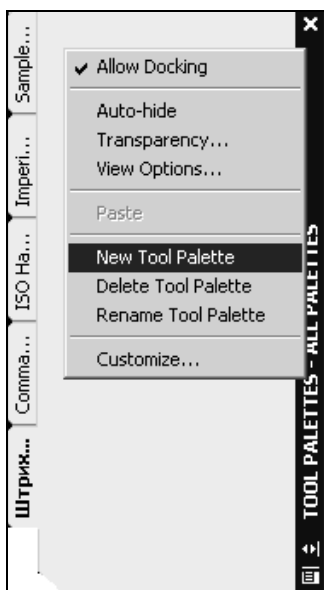

Рис. 8.19. Новая инструментальная палитра
- Щелкните правой кнопкой мыши на свободном поле любой палитры, открытой на панели, и выберите из появившегося контекстного меню **New Tool Palette** (Инструментальная палитра — создать) (рис. 8.19).